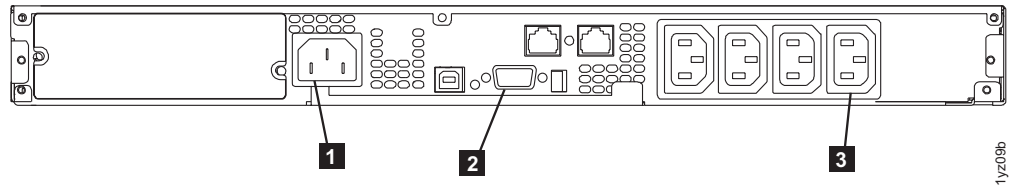

図 26. 2145 UPS-1U (背面図)
7. 2145 UPS-1Uの背面で、2145 UPS-1Uの主電源コネクタを電源ソケット (43 ページの図 26 の **1**) に差し込みます。2145 UPS-1Uは待機モードであり、インディケータはすべてオフです。